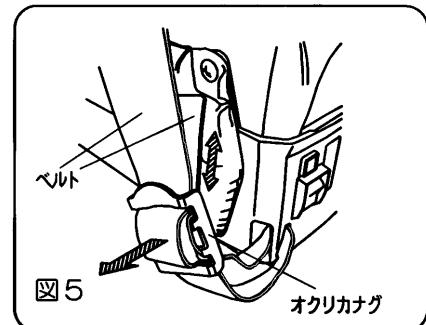

図5
- ①適当な高さの台にのせて本機を背負います。
- ②ベルトの長さは下方のオクリカナグ外側のベルトを前方にゆるめます。 (図 5)
- ③次に、内側のベルト位置をずらせ、オクリカナグに沿わせます。
- ④ゆるめた外側のベルトを、再び、オクリカナグに沿うようにあわせます。
- ⑤上記の方法で調整しきれない場合は、ヤクザイタンク上方のオクリカナグで、調整してください。